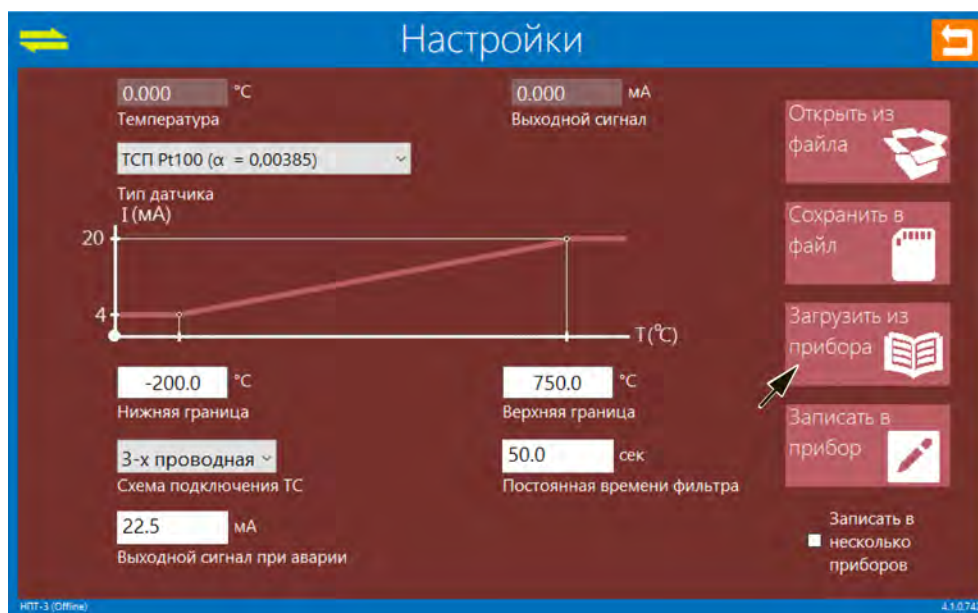

Рисунок 6.2 – Настройка датчика
3. Произвести настройку с помощью программы «Конфигуратор НПТ»: в элементе программы «Настройки» нажать «Загрузить из прибора» (см. рисунок 6.2).